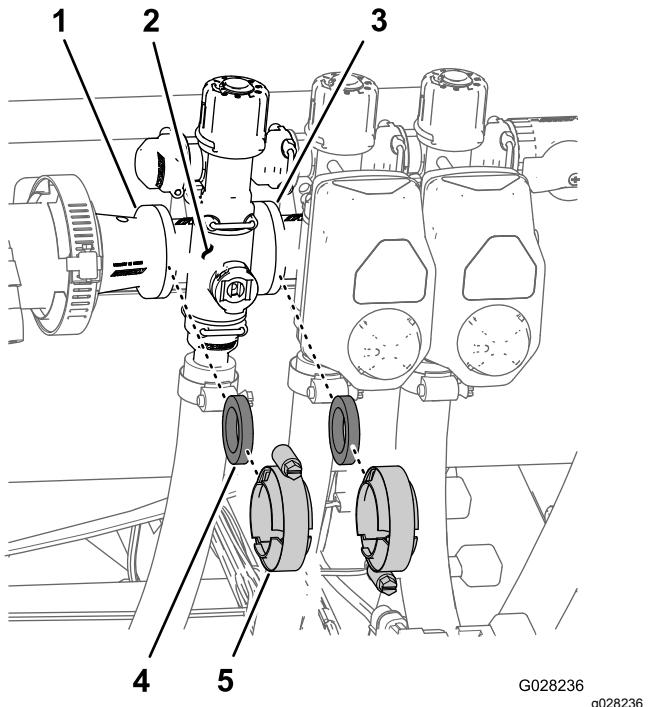

図 104
- 個別ブームバルブ 図 104 のマニホールドを隣接する個別ブームバルブ左ブームの場合はリデューサカップリングに固定しているクランプとガスケットを外す。